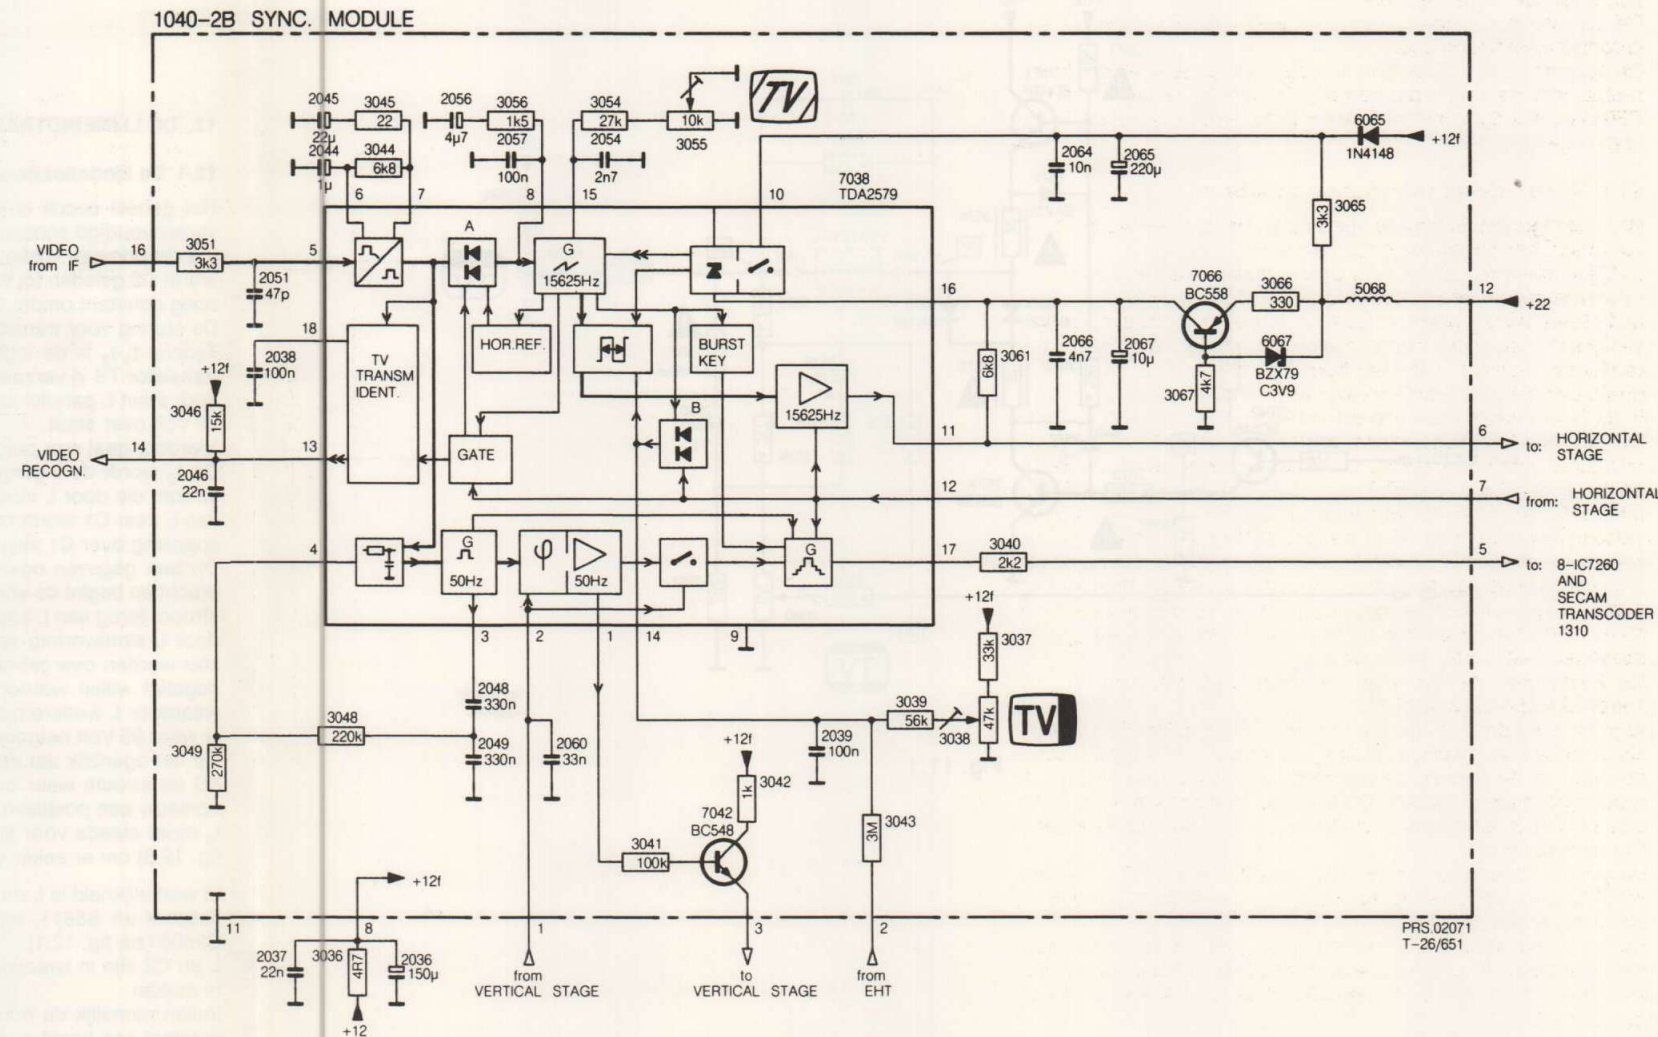

Fig. 10.1
10. DE SYNCHRONISATIESCHAKELING (fig. 10.1)